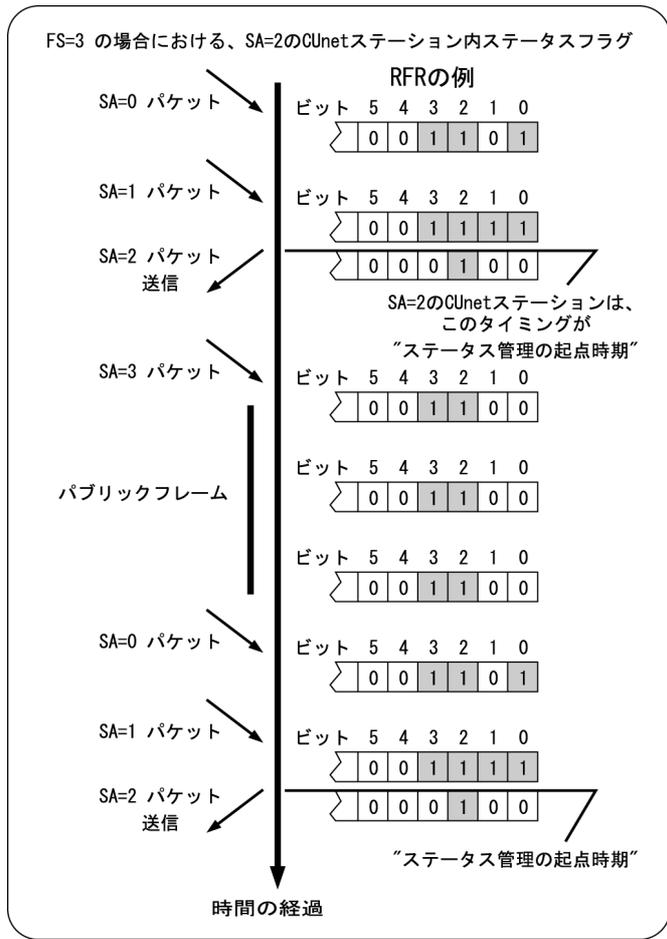

図4.13 ステータス管理の起点時期
MKY40 においては、継続的タイムシェアリングのサイクルの推移に応じたリアルタイムな状態が、RFR および LFR のステータスに反映されます。このため、自己ステーションのステーションアドレス (SA) と一致するステーションタイム (ST) の先頭時期が、“ステータス管理の起点時期”です(図4.13参照)。RFR および LFR のステータスは、1回のサイクル毎に管理されます。このため“4.5.8 割込みトリガ発生に連動するレジスタのフリーズ”に記述されている特例を除き、ステータス管理の起点時期に RFR と LFR は“0”へクリアされます。ただし、自己ステーションの占有エリアに対応する RFR および LFR のビットは常に“1”です。